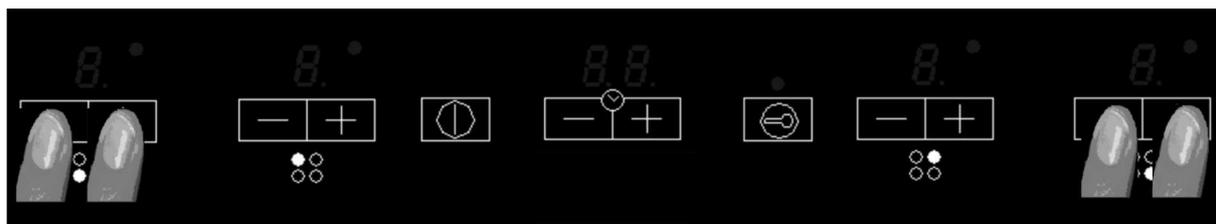

FIG. 17
- pressione juntas as chaves de selecção na frente esquerda do elemento de aquecimento 7 e na frente direita do elemento de aquecimento 6 (veja fig. 17);